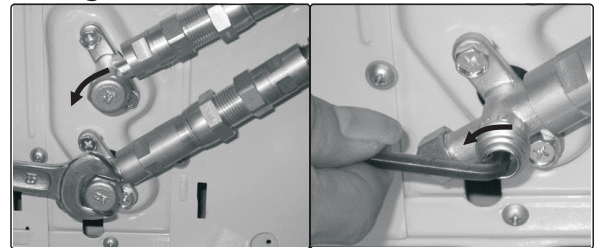

Abb. 6.6
6. Nehmen Sie wieder denselben Gabelschlüssel (19 mm) bzw. den Rollgabelschlüssel zur Hand und entfernen Sie die Kappe des unteren Ventils. Öffnen Sie dann das Ventil, indem Sie es mit einem Innensechskantschlüssel (5 mm) bis zum Anschlag gegen den Uhrzeigersinn drehen. Das Ventil ist nun vollständig geöffnet. Wird das Ventil nicht vollständig geöffnet, kann dies Betriebsstörungen und Schäden am Gerät nach sich ziehen. Schrauben Sie anschließend die Kappe des unteren Ventils wieder fest auf, um die Dichtheit zu gewährleisten (siehe Abb. 6.6).